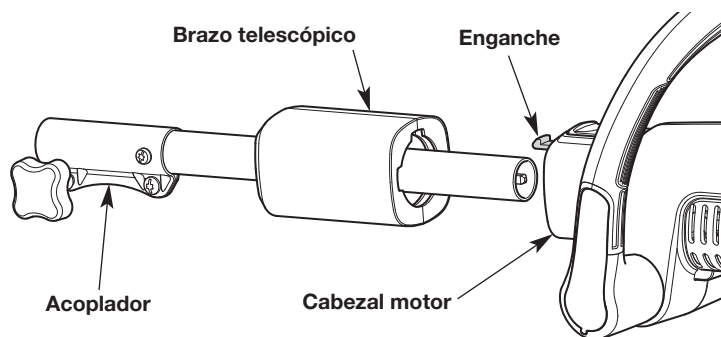

Fig. 1
2. Alinee el brazo telescópico con el cabezal motor (Fig. 1). El acoplador se debe posicionar como se ilustra (Fig. 1).
3. Inserte el brazo telescópico en el cabezal motor hasta que el enganche calce en su lugar (Fig. 1).